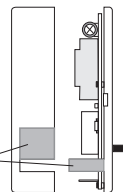

Fig. 5.i
Enlever de la base les parties prévues pour l'acheminement des fils de connexion illustrées dans la fig. 5.i.
- Fixer la base à la paroi (ou boîtier à encastrement), avec 2 vis en utilisant les couples de trous (**A-A, B-B, C-C**) préconfigurés (fig. 5.i).